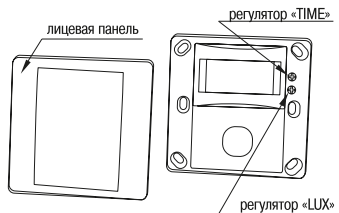
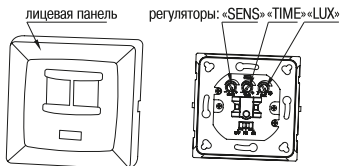
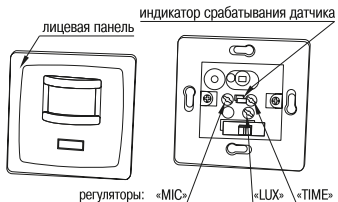

Рисунок 12 – Конструкция датчика движения ДД-029
Рисунок 14 – Конструкция датчика движения ДД-031
Рисунок 15 – Конструкция датчика движения ДД-035
- Снимите лицевую панель с основания датчика, поддев её отвёрткой с прямым шлицем (рисунок 12, рисунок 14, рисунок 15 для датчиков ДД-029, ДД-031 и ДД-035 соответственно).
Регуляторы порога срабатывания в зависимости от уровня освещённости LUX и выдержки времени включения датчика TIME находятся под лицевой панелью датчика (рисунок 12). Регулировка осуществляется с помощью отвёртки с прямым шлицем.
Регуляторы SENS, LUX, TIME находятся под лицевой панелью датчика (рисунок 14). Регулировка осуществляется с помощью отвёртки с прямым шлицем.
Регуляторы LUX, TIME, MIC находятся под лицевой панелью датчика (рисунок 15). Регулировка осуществляется с помощью отвёртки с прямым шлицем.